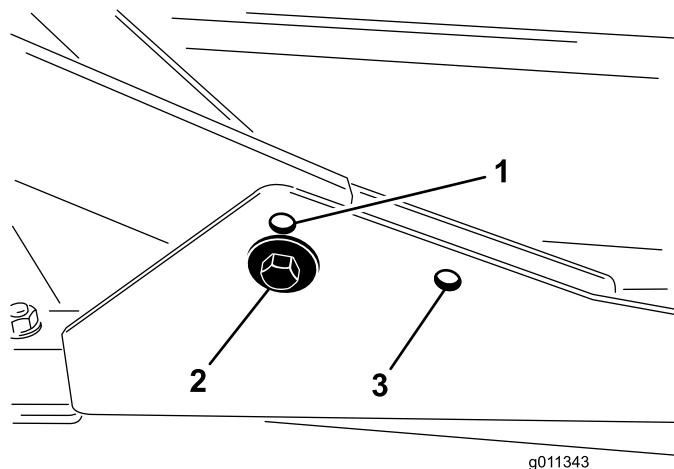

図 15
1. 刈高を 2076mm にセットする場合には、前キャリアフレームを下側の穴に取り付けます 図 15。
2. 刈高を 63100mm にセットする場合には、前キャリアフレームを上側の穴に取り付けます 図 15。
後カッティングデッキは、刈り高に関係なく後側の取り付け穴を使って取り付けます 図 15。